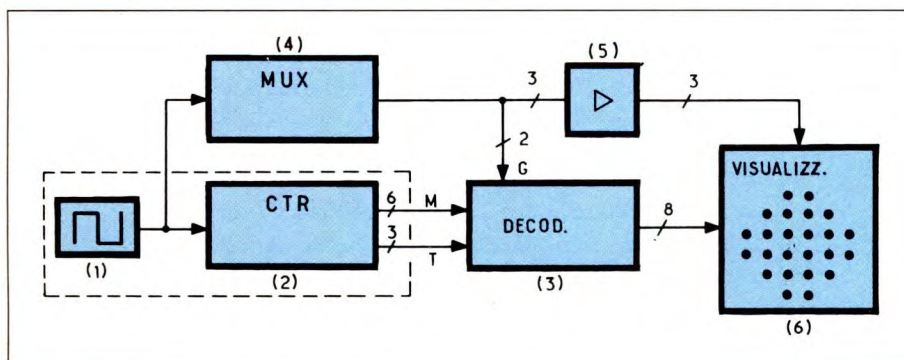

Figura 1. Schema a blocchi del circuito.
Le possibilità offerte ed il basso numero di componenti utilizzati necessitano di una soluzione originale: una EPROM (memoria riprogrammabile) è il cuore del circuito. La Figura 1 presenta lo schema funzionale suddiviso in sei blocchi. Un oscillatore (blocco 1) comanda un contatore (blocco 2), che genera una successione di codici binari su 9 bit, scomposti in 6 bit per la composizione del motivo grafico (M) e 3 bit di selezione del tipo di evoluzione (T). Questi codici vengono decodificati dall'EPROM (blocco 3) che fornisce, ad ogni combinazione d'ingresso, un byte (parola da 8 bit). I LED sono così comandati in successione, a seconda dei bit memorizzati. Con quale accorgimento si possono comandare 24 LED